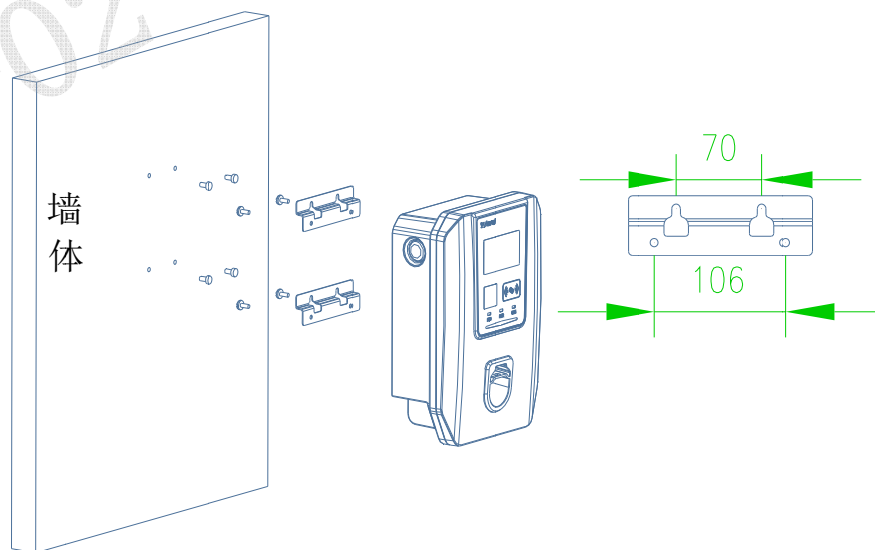

图 A-3 安装充电桩
2. 将 M6 自攻膨胀螺钉用铁锤锤到墙里（不要全部把螺钉锤进墙），接着使用螺丝将金属支架固定在充电桩上，然后将充电桩挂在 M6 自攻膨胀螺钉上，如图 A-3 所示。